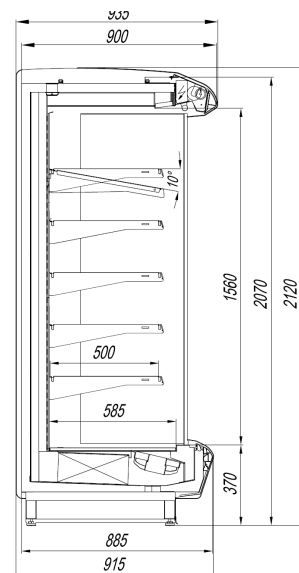

Рисунок 7. Витрина КВАРЦ КОМПАКТ
- «КВАРЦ КОМПАКТ» - пристенная среднетемпературная горка с шириной основания 915мм (рисунок 7);